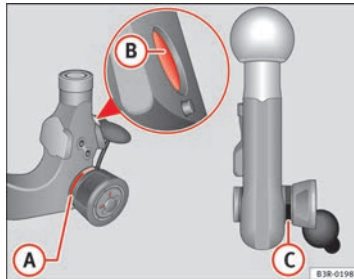

Abb. 168 Abnehmbare Anhängervorrichtung: Kugelstange
- Überprüfen Sie, ob sich die rote Markierung (A) ⇒ Abb. 168 am Handrad im Bereich der schwarzen Kennzeichnung an der Kugelstange befindet.
- Überprüfen Sie, ob der Verriegelungsbolzen (B) in den Bohrungen des Einsteckschaftes versenkt ist.
- Überprüfen Sie, ob das Handrad deutlich sichtbar von der Kugelstange absteht, so dass ein Spalt (C) zwischen Handrad und Kugelstange vorhanden ist.